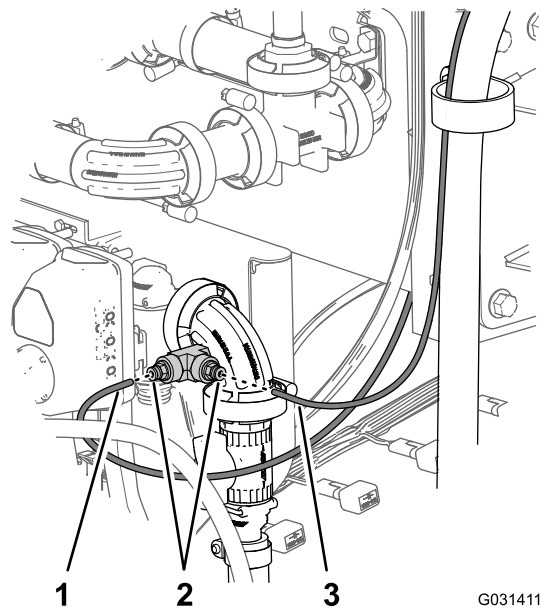

Bild 186
4. Stecken Sie das Ende des Druckmessschlauchs für das Druckmanometer im Armaturenbrett in die Schlauchkupplung, bis der Schlauch fest in der Kupplung sitzt (Bild 186).
5. Stecken Sie das Ende des Druckmessschlauchs für das Druckmanometer der Schlauchtrommel in die Schlauchkupplung, bis der Schlauch fest in der Kupplung sitzt (Bild 186).